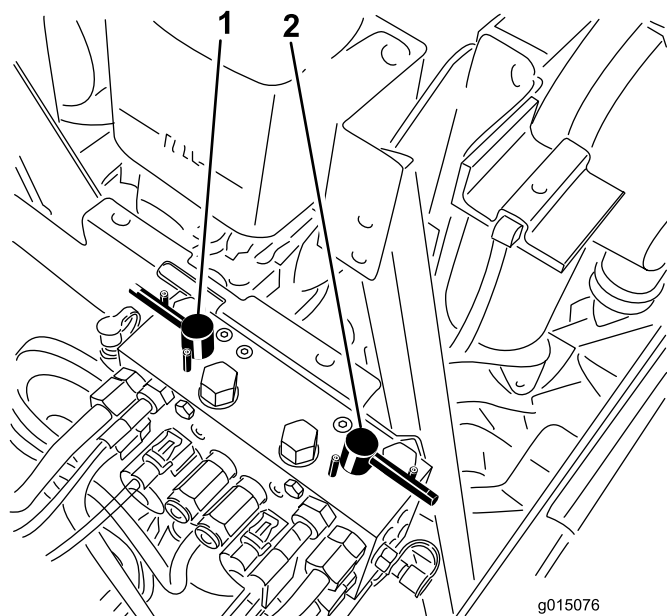

図 103
4. バックラップレバーで、前のカッティングユニット又は後ろのカッティングユニット、あるいは両方を選択する 図 103。